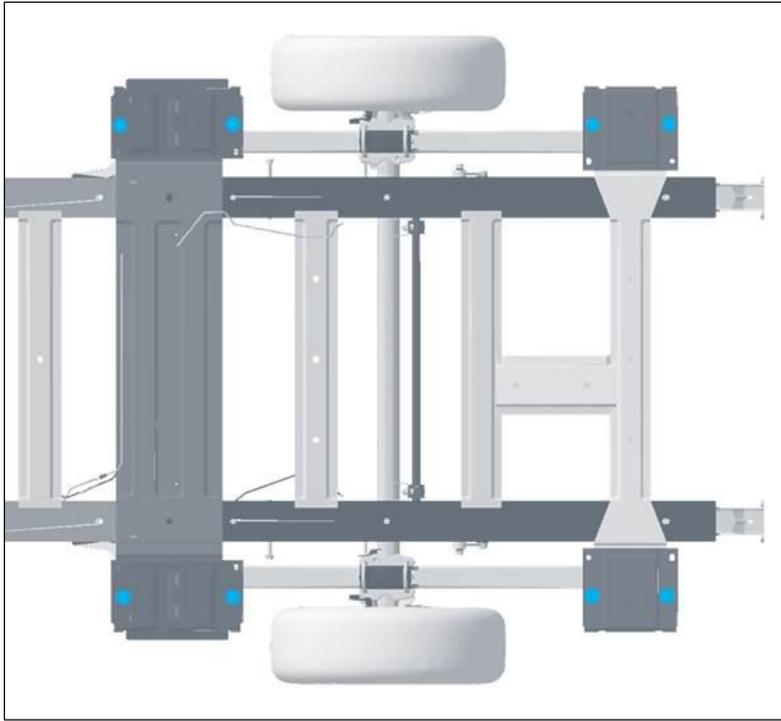

Abb. 6: Crafter-Flachrahmen-Fahrgestell- Zulässige Verschraubungspunkte (Prinzipdarstellung Rahmenfläche)
- Bei zusätzlicher Verschraubung an den Blattfederaufnahmen dürfen nur die äußeren Löcher verwendet werden. (siehe Abb. 6 Zulässige Verschraubungspunkte)